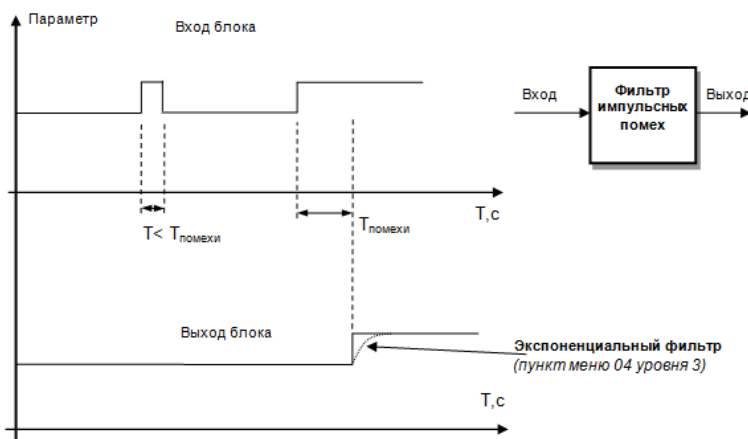

Рисунок 3.6 – Принцип работы фильтра импульсных помех и экспоненциального фильтра
1. **Фильтр импульсных помех.** Используется для подавления импульсных помех. Определяется параметром 3.05 «Максимальная длительность импульсной помехи». Если в каком либо цикле измерения технологического параметра обнаружено его изменение, то предполагается возможность действия помехи и выходной сигнал формируется (с учетом усреднения измерительных значений) по истечении установленного времени длительности помехи. То есть, если длительность изменения сигнала больше заданного $T_{\text{помехи}}$, то это изменение расценивается как естественное и принимается в дальнейшую обработку с задержкой времени $T_{\text{помехи}}$ (рисунок 3.6). Работа данного фильтра вносит дополнительное транспортное запаздывание в систему регулирования, которое равно величине параметра «Максимальная длительность импульсной помехи». Поэтому всегда нужно стремиться минимизировать данный параметр.
4. **Экспоненциальный фильтр** (рисунок 3.6). Фильтр используется для подавления помех, а также для подавления «дребезга» индикации (частых изменений показания индикатора из-за колебаний входного сигнала). Определяется параметром 3.04 «Постоянная времени цифрового фильтра».